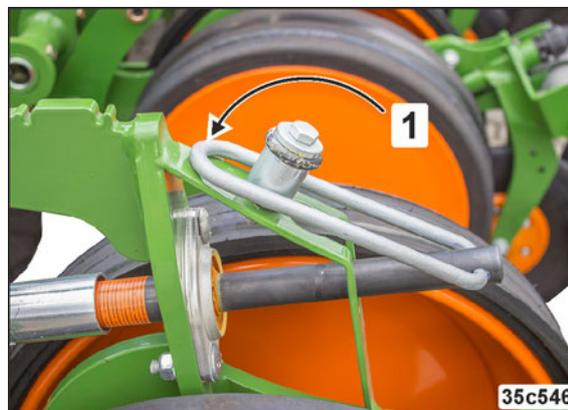

Fig. 176
3. Den Bügel (Fig. 176/1) gegen Verdrehen sichern.